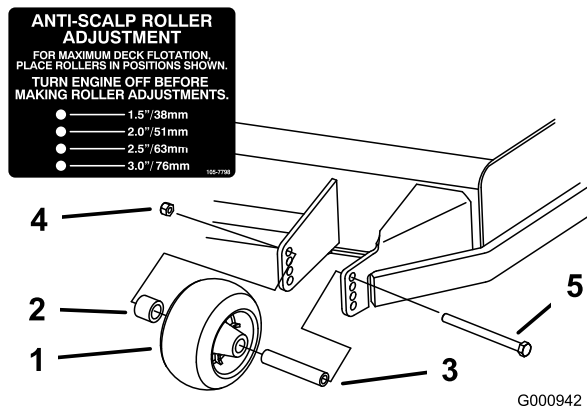
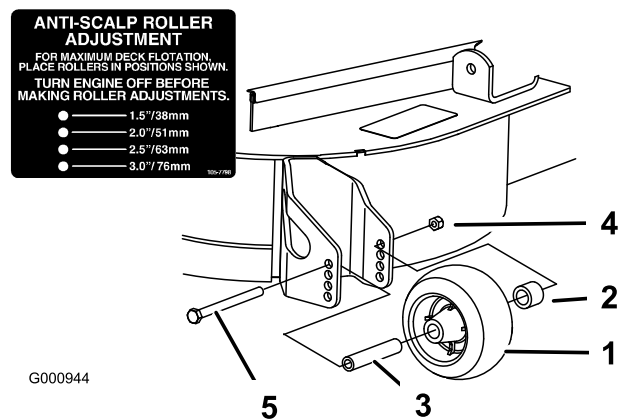
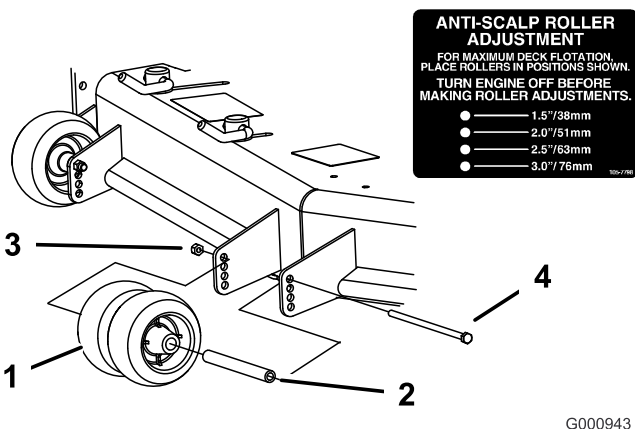

Figura 27
Figura 29
Figura 28
3. Ajuste los rodillos protectores del césped según se muestra en Figura 27, Figura 28 y Figura 29.